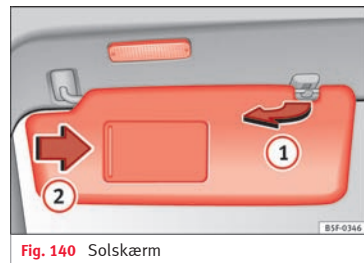

Fig. 140 Solskærm
- Mulighed for at trække solskærmen ud af holderen og dreje den i retning mod døren **»»» Fig. 140 ①**